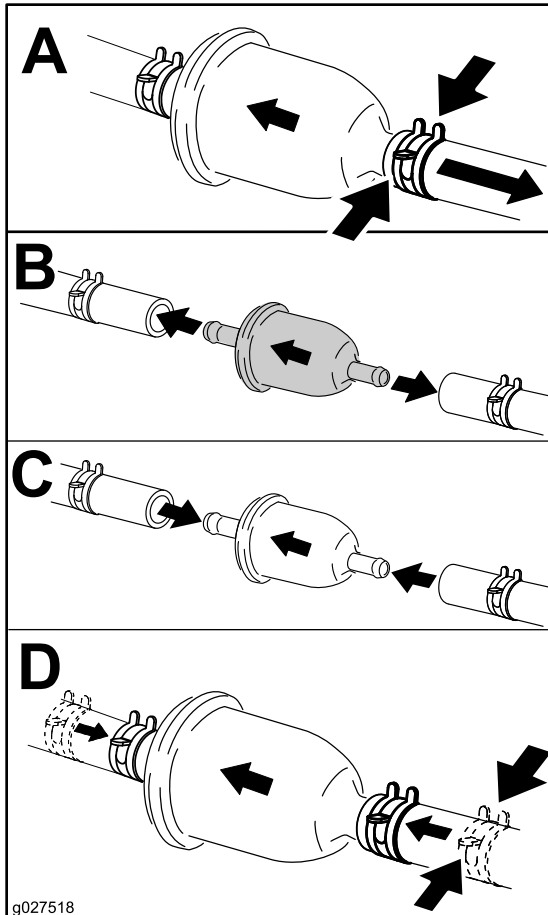

Figura 60
4. Cambie el filtro de combustible según se muestra en Figura 60.